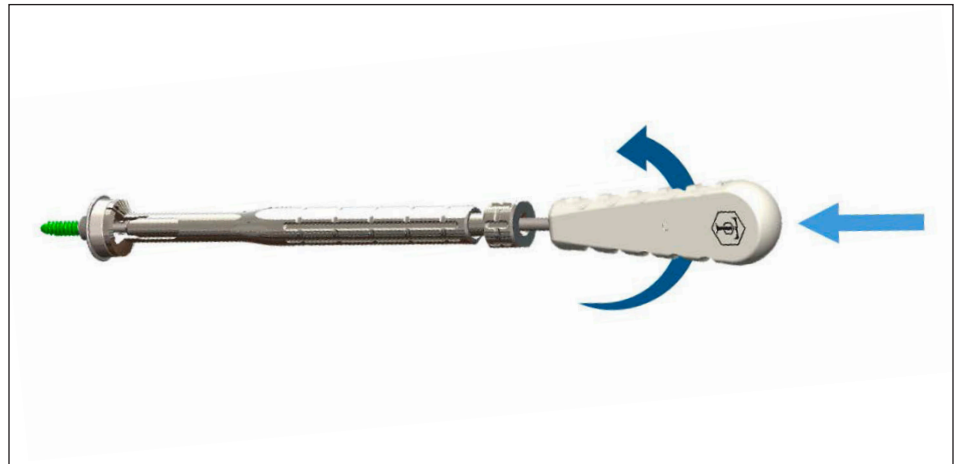

Fig. 36
**Punto 2:** applicare una pressione verso il basso con il cacciavite per inseritore della placca basale [MWJ123] e ruotare il cacciavite in senso antiorario fino alla fuoriuscita della vite (Fig. 36).